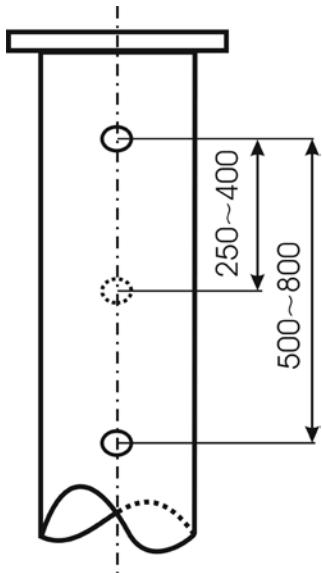

Рис.7.1. Расположение отверстий в направляющей трубе.
5. Для поступления продукта внутрь трубы, по всей её длине, на диаметрально противоположных сторонах проделываются одинаковые отверстия (рис.7.1.) с шагом $250\div400\text{мм}$. Диаметр отверстий и шаг выбирается в зависимости от внутреннего диаметра трубы. Так, например, для трубы диаметром 80мм шаг должен быть равен 400мм, а диаметр отверстий не более 10мм; для трубы диаметром 200мм, шаг должен быть 250мм, а диаметр не более 20мм.